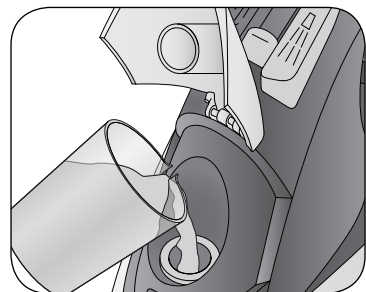

Fig. 5
Aprire lo sportellino (A) tirandolo verso l'alto, e tenendo il ferro orizzontale riempire il serbatoio con acqua di rubinetto fino al livello massimo utilizzando il misurino (P) in dotazione (Fig. 5). Richiudere lo sportellino (A). Se l'acqua del vostro rubinetto è molto calcarea, utilizzare acqua demineralizzata.